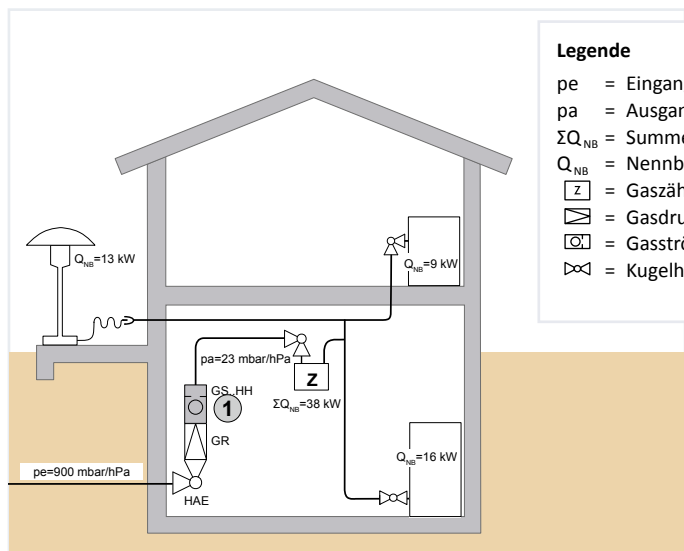

Abb. 3: SENTRY GS im Einfamilienhaus (erdgasversorgt)
Für die gesamte Gasinstallation ist nur ein Gasströmungswächter (GS) erforderlich. Dieser wird hier unmittelbar nach dem Gas-Druckregelgerät (GR) installiert (siehe ① in Abb. 3).